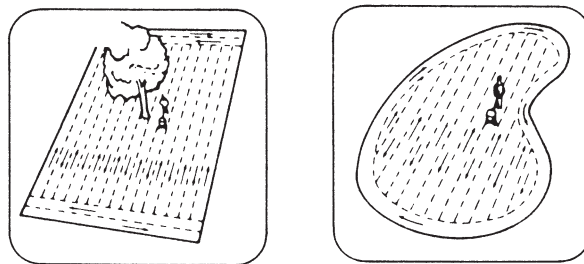

FIGURE 6
3. Pour un meilleur résultat, répandez l'engrais ou les graines entre les bordures de gazon les plus étroites, puis effectuez deux passages de chaque côté afin de tourner la machine et répandez entre ces deux bandes. Voir figure 6.
4. Si la pelouse est d'une forme bizarre, dispersez la matière autour des bords de la surface à traiter puis dispersez la matière entre ces bords. Voir figure 6.